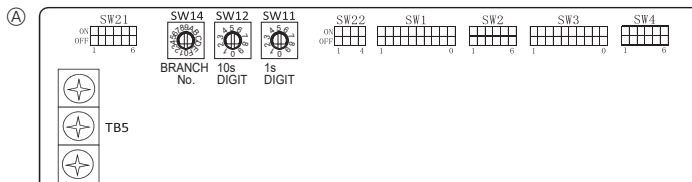

Fig. 5-9
5.5. Configuration des adresses (Fig. 5-9)
5.6. Réglage des interrupteurs pour différentes hauteurs de plafond (Fig. 5-9)
5.7. Détection de la température ambiante à l'aide du capteur intégré de la commande à distance (Fig. 5-9)